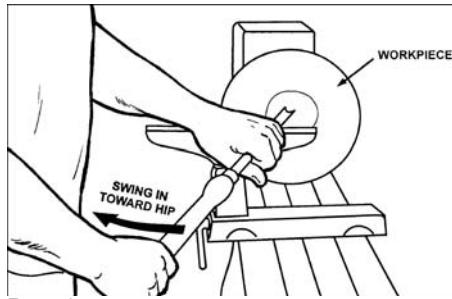

Рис. 15
- Ведіть трубчастий різець лівою рукою, у той час як права рука підтягується до тулуза (Рис. 15).